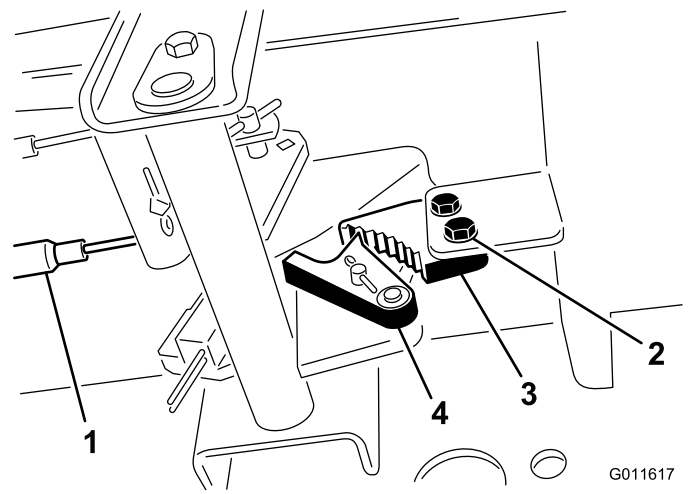

Bild 115
3. Drücken Sie das Pedal der Feststellbremse nach vorne, bis die Bremsenarretierung ganz an der Bremssperre greift (Bild 115).
2. Lösen Sie die zwei Schrauben, mit denen die Sperre der Feststellbremse am Rahmen befestigt ist (Bild 115).